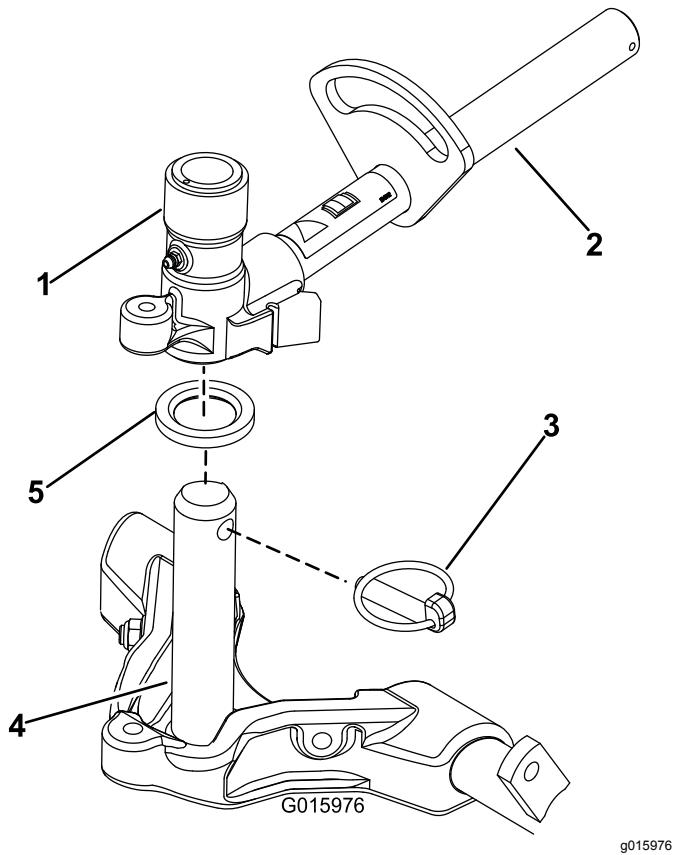

図 16
9. キャリアフレームのシャフトにきれいなグリスを塗る図 16。
10. フロントに取り付けるカッティングユニットは、昇降アームの下に入れると同時にキャリアフレームのシャフトを昇降アームのピボットヨークに挿入する図 16。スラストワッシャがキャリアフレームのシャフトの所定位置にあることを確認すること。
11. クリックピンを使って、キャリアフレームシャフトを昇降アームのヨークに固定する図 16。
- B. 昇降アームのヨークをキャリアフレームのシャフトに通す 図 16。